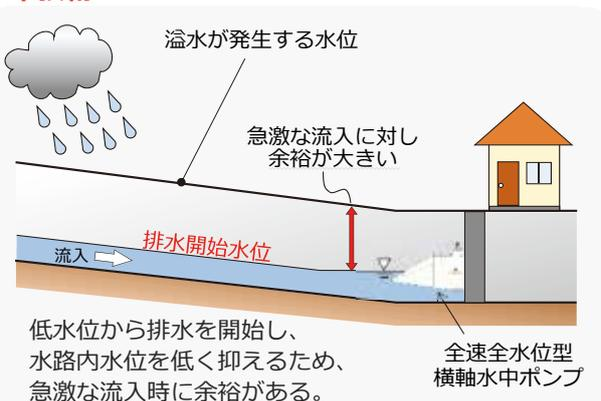

図5 浸水被害の軽減効果イメージ
- ・豪雨時の急な水位上昇に備えることで浸水被害を軽減。（図5参照）